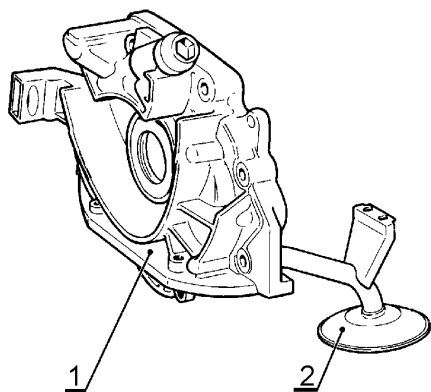

Рис.18. Насос масляный автомобилей двигателя ВАЗ-21114:
7.1.7 Отвернуть болт крепления и отсоединить датчик положения коленвала от корпуса масляного насоса 1, рис.18 (головка сменная 10, шарнир, вороток и удлинитель).